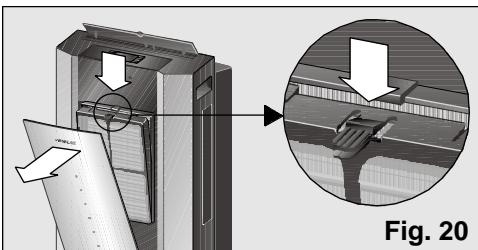

Fig. 20
Todos los modelos disponen de un filtro base de aire que es necesario limpiar con el paso del tiempo, **Fig. 19**. Para ello sólo es necesario presionar el clip situado en la parte superior y sacarlo de su alojamiento, **Fig. 20**. Para lavarlo basta con pasarlo por agua corriente, secarlo y volverlo a instalar.
- Sacar el filtro base del equipo, **Fig. 20**.